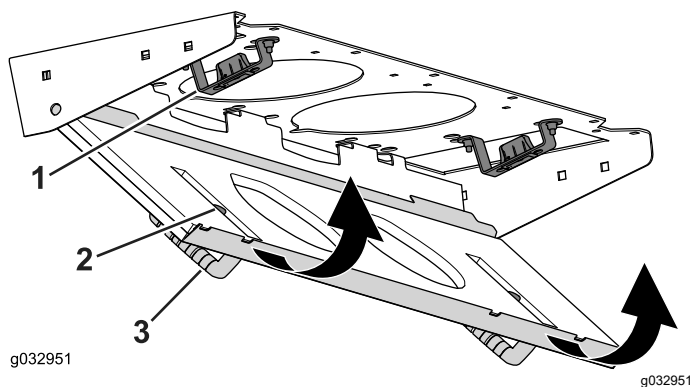

Bild 87
4. Drehen Sie den Filterschirm um die Laschen, bis der Riegel in die Riegelhalterung (Bild 87) einrastet.